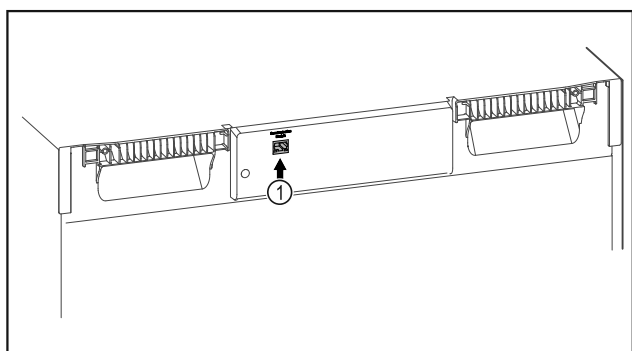

Fig. 86
- SmartModule Fig. 86 (1) er sat i.